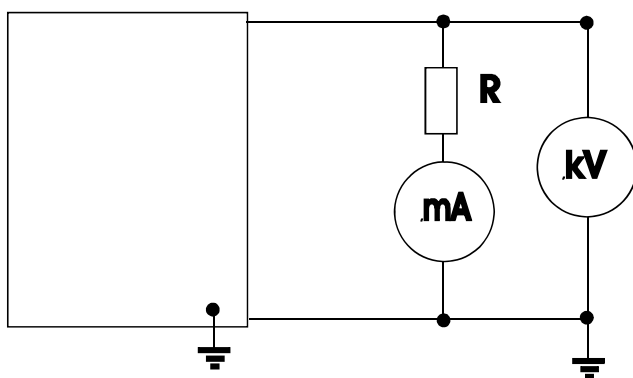

Рис.2 Контрольно-измерительная схема для устройства «Меркурий-3/100».
3.2.3 Подключить электростатический киловольтметр кV (не менее 3 кВ, классом точности не хуже 0,5), балластные сопротивления R, (типа КЭВ с номиналом 27...32 кОм, с суммарной мощностью не менее 300 Вт) и миллиамперметр mA (со шкалой не менее 100 mA, классом точности не хуже 0,5), в соответствии со схемой контроля рис.2.